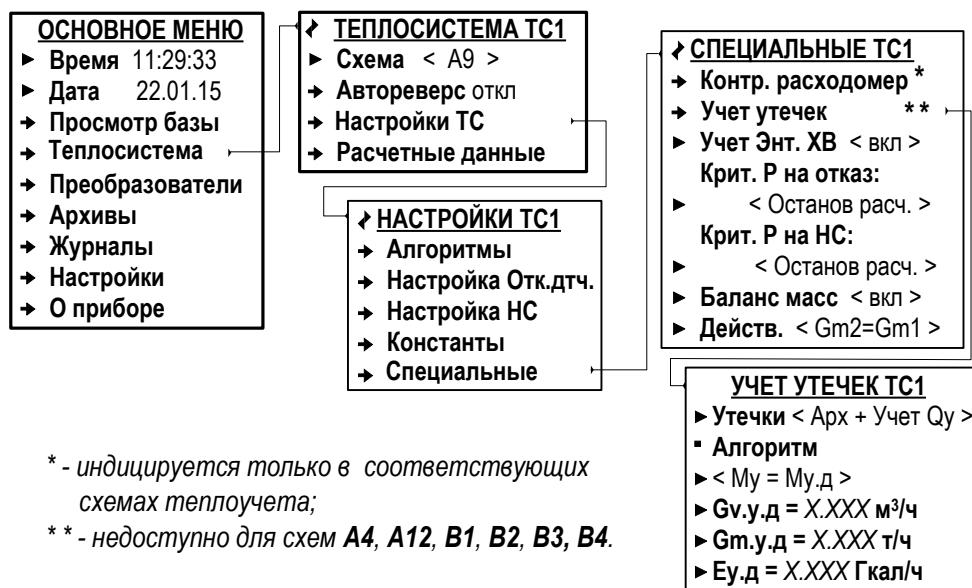

Рис.21. Вид меню «Учет утечек» (режим СЕРВИС).
6.4.8.1. В **ТС1** включение функции учета утечек выполняется в меню **Теплосистема / Настройки ТС / Специальные / Учет утечек** (рис.21) после установки одного из значений для параметра **Утечки**:
6.4.8.5. Отключение функции учета утечек выполняется в меню **Теплосистема / Настройки ТС / Специальные / Учет утечек** (рис.21) после установки значения **Откл** для параметра **Утечки**.
6.4.9.1. В тепловычислите предсмотрана функция **Баланс масс** в системе отопления (для закрытых схем теплоучета), позволяющая пересчитывать значения массового расхода в подающих (**Gm1**, **Gm3**) и обратных (**Gm2**, **Gm4**) трубопроводах контролируемых теплосистем. Включение функции происходит после установки значения **вкл** для параметра **Баланс масс** в подменю **Теплосистема / Настройки ТС / Специальные** (рис.21).